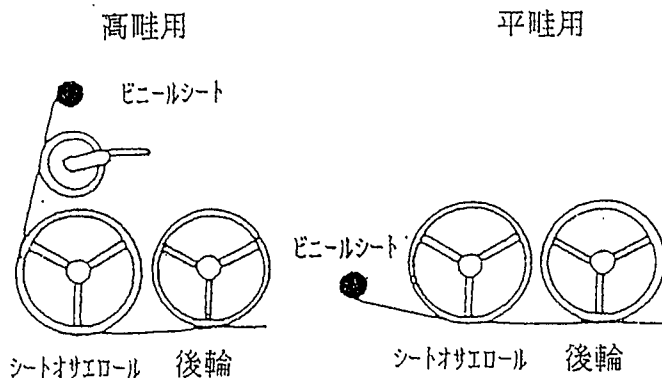

図1
- (1) ビニールシートの取り付けは、図1のように行って下さい。